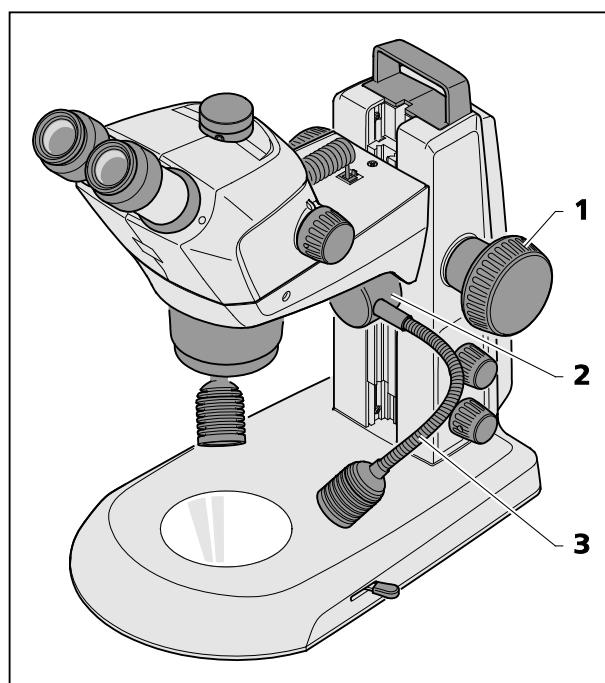

Fig. 22 Lampada a doppio spot
- Spostare il corpo di microscopio mediante la manopola di focalizzazione (Fig. 22/1) alla posizione superiore. Spingere la lampada a doppio spot, la quale si trova nella guida, all'altezza desiderata (Fig. 22/2).
- Posizionare gli spot dimodoché l'oggetto sia illuminato ottimamente, piegando i due colli di cigno (Fig. 22/3).